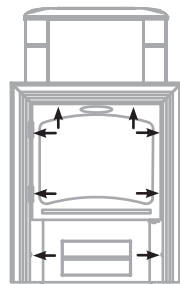

Рисунок 5. Винты для демонтажа дверки при монтаже печи «Тунгуска 2011 Витра»
- 1) открутить саморезы 8 шт., которыми прикрепляется дверка с рамкой к топливному каналу и снять ее; (см. рисунок 5)